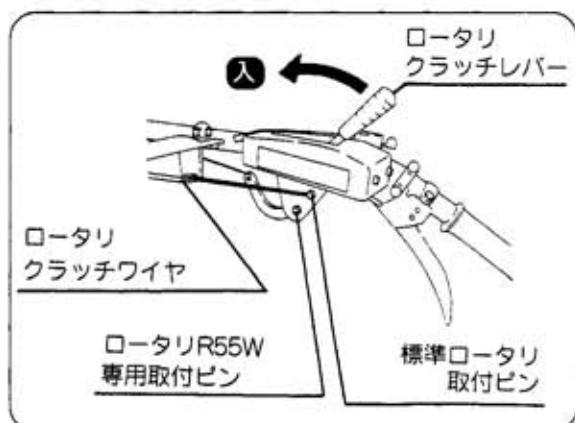
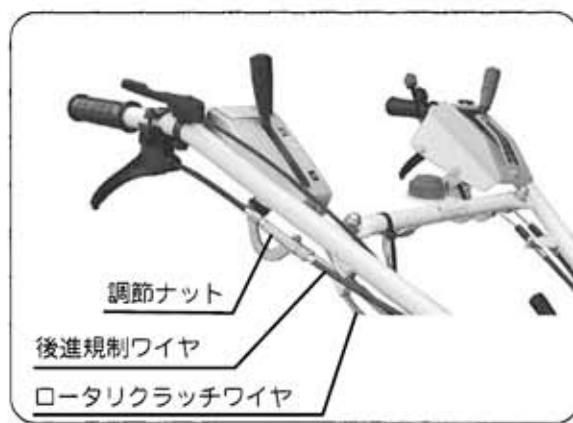

図49
図50
- ロータリ型式でワイヤの接続位置が変わります。（図49）
① 後進規制用のワイヤ長さを調節して、確実に変速レバーの【後進】を規制できるように調節ナットでおこない、ロックナットを確実に締付けてください。
② ロータリクラッチワイヤの長さを調節して、ロータリの回転【入・切】が円滑におこなえるように調節ナットでおこない、ロックナットを確実に締付けてください。（図50）